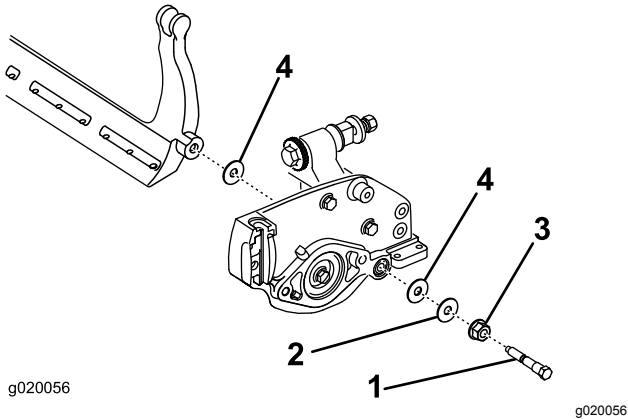

图22
取下底刀架两端的2个尼龙垫圈和1个钢垫圈图22。
3. 将尼龙垫圈放在侧板凸起的一侧。在两个尼龙垫圈的外侧各放一个钢垫圈图22。